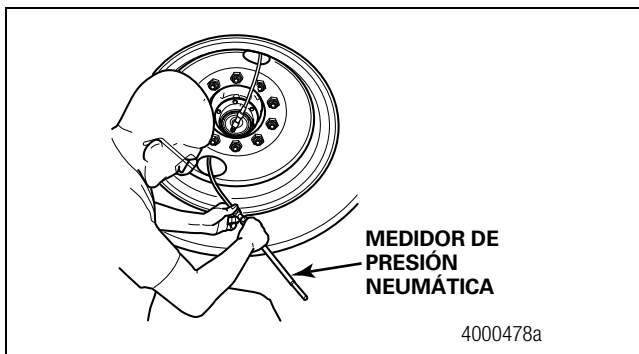
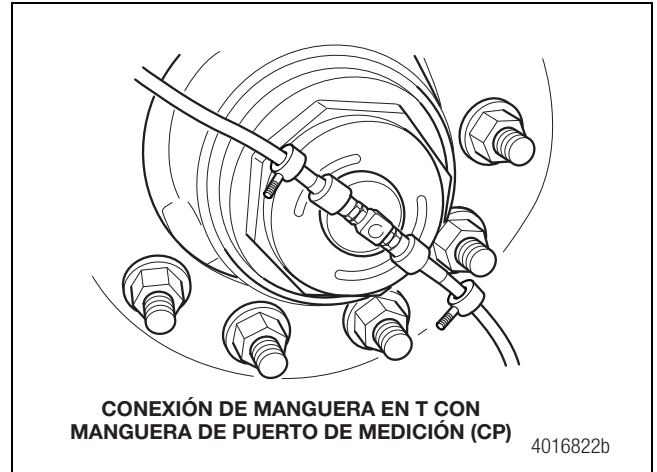
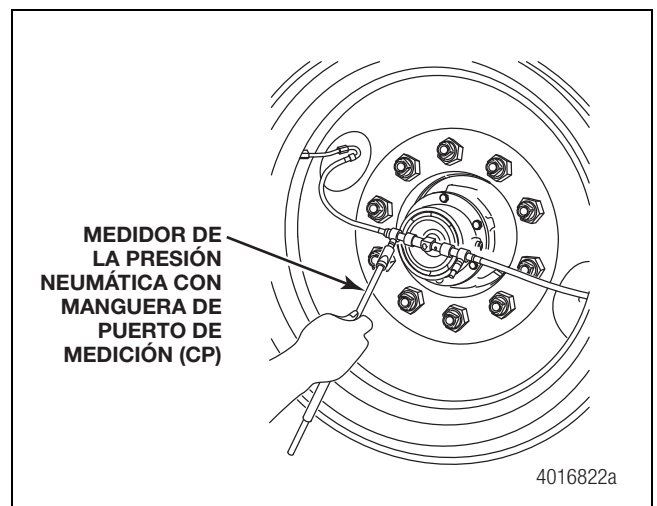

Figura 5.5
Figura 5.6
Figura 5.7
NOTA: Si el vehículo está equipado con mangueras de puerto de medición, no es necesario retirar las mangueras para medir la presión de los neumáticos. Mida la presión de los neumáticos en el puerto de medición según se muestra en la Figura 5.6 y Figura 5.7.
- Oprima el medidor de presión del neumático contra la manguera y lea la presión. En el extremo de la manguera del sistema de inflado del neumático se encuentra un adaptador estándar de válvula de neumático. Figura 5.5, Figura 5.6 y Figura 5.7.